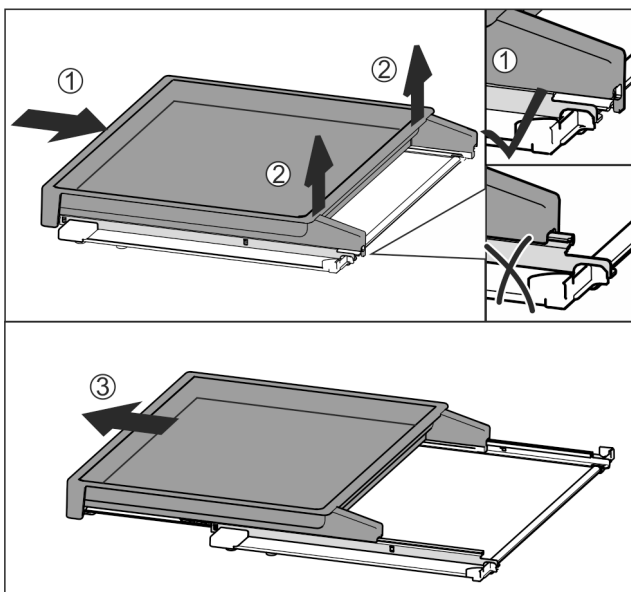

Fig. 77
- ▶ Skjut in utdragshyllan så långt det går Fig. 77 (1).
- ▶ Frigör spärren baktill Fig. 77 (2).
- ▶ Ta ut utdragshyllan framåt Fig. 77 (3).